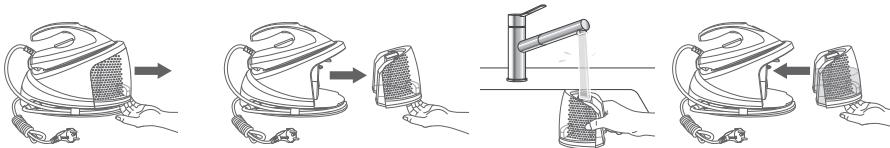

Imagen 2
2. Segure a pega (7) por baixo do depósito da água (4) e puxe a direito para fora para retirar o depósito da água da estação de engomar (5) (**Imagen 2**).
3. Encha o depósito da água com água da torneira através da abertura de enchimento (3). Não exceda a marca do nível máximo “**MAX**” (1,2 L)